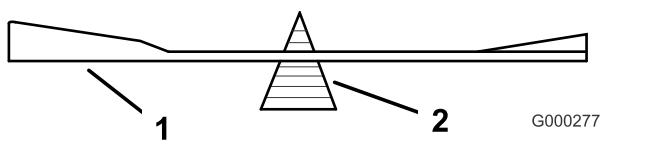

Figure 96
2. Vérifiez l'équilibre de la lame en la plaçant sur un équilibrEUR (Figure 96).